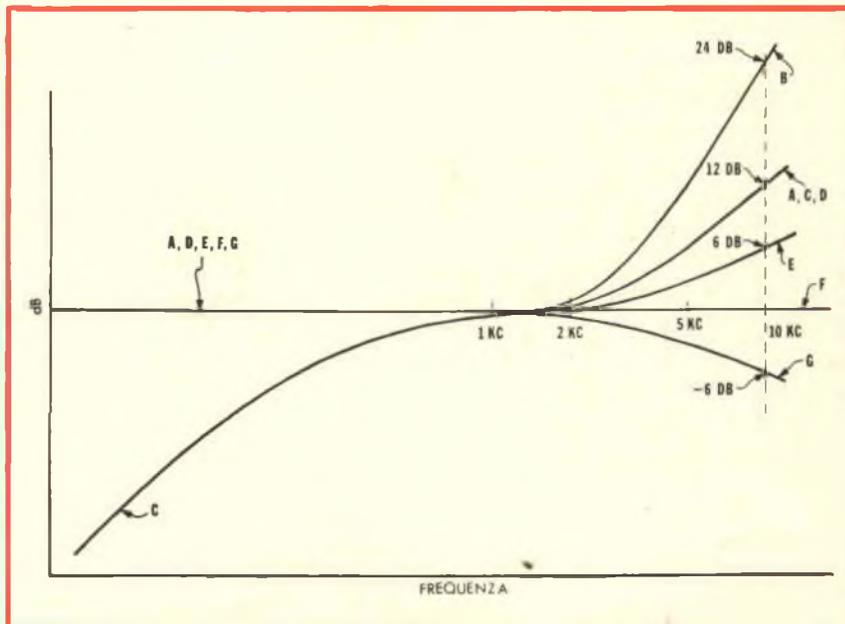

Fig. 6 - Risposte di frequenza ai vari punti nel circuito del REVERBATAPE. Il testo spiega perché esistono queste varie curve di risposta.
possiede una configurazione ad H avente la resistenza di emettitore derivata (11) in maniera sufficiente per mantenere la risposta al disotto del campo udibile. Parte della resistenza di collettore, 6-7 è costituita dal comando di controllo per l'entrata 7. La parte da 1000  $\Omega$  (8) della resistenza di emettitore è derivata da 9 che è abbastanza piccolo da far arrivare una risposta al comando di controllo 7 che comincia a far sentire i suoi effetti a 2 kHz e raggiunge  $\pm 12$  dB a 10 kHz. La risposta a questo punto è rappresentata dalla curva A della fig. 6.
Qui, la pre-equalizzazione delle note acute viene introdotta per compensare le perdite delle alte frequenze da parte delle testine di riproduzione. La risposta al collettore del transistor 19 è quella illustrata dalla curva B della fig. 6.
La risposta di frequenza del segnale raccolto dalla testina di riproduzione, da sottoporre ad equalizzazione, è rappresentata dalla curva C nella fig. 6. Questo è il segnale che giunge all'ingresso dell'amplificatore di riproduzione in P1. 12 decibel della preenfasi totale a 10 kHz sono stati eliminati dalla perdita di riproduzione delle alte frequenze della testina. La rimanente preenfasi è dovuta a quella generata nello stadio d'ingresso e sarà eliminata in uno stadio successivo.
che risulta, al collettore del transistor 58, nella curva D della fig. 6. La reazione negativa di c.c. è ottenuta collegando con il resistore 53 l'emettitore del transistor 58 e la base del transistor 48 ed accoppiando direttamente i due stadi.
In un ambiente, gli alti sono assorbiti più rapidamente dei bassi a causa dell'attenuazione selettiva dell'aria presso le superfici riflettenti. Il resistore 63 ed il condensatore 64 realizzano questo scopo producendo un'attenuazione molto bassa di circa 6 dB a 10 kHz. A questo punto la risposta di frequenza è quella illustrata dalla curva E della Fig. 6.
Lo stadio miscelatore (transistor 114) è fondamentalmente uguale allo stadio ingresso con l'eccezione che qui ha luogo la deenfasi delle alte frequenze. Alla base del transistor giunge il segnale diretto che ha la risposta di frequenza rappresentata dalla curva A nella fig. 6. I segnali di riproduzione, che giungono anch'essi alla base di questo stadio, hanno la risposta di frequenza rappresentata dalla curva E nella fig. 6. La deenfasi delle alte frequenze è compiuta da 112 che deriva la resistenza di collettore alle alte frequenze, causando un'attenuazione che comincia a 2 kHz e raggiunge 12 dB a 10 kHz. L'uscita del miscelatore, quindi, fornisce la risposta netta di curva F per il canale diretto ed una risposta di curva G per i canali di riproduzione.